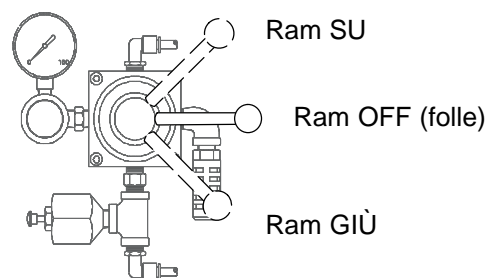

Fig. 3
La leva della valvola manuale del ram sul controllo pneumatico del ram ha 3 posizioni (Fig. 3):
1. Spostare la leva della valvola manuale nella posizione OFF (Fig. 3 a pagina 11). Chiudere il regolatore aria del ram e la valvola di controllo pneumatica.
2. Spostare la leva della valvola manuale SU (Fig. 3 a pagina 11). Aprire la valvola di controllo pneumatico principale ed il regolatore pneumatico del ram fino a quando il ram non inizia a spostarsi in avanti. Fare sollevare il ram fino all'altezza completa.
4. Spostare la leva della valvola manuale sulla posizione GIÙ (Fig. 3 a pagina 11) e abbassare il ram fino a quando la piastra di inseguimento non è pronto per entrare nel secchio, quindi spostare la leva della valvola manuale del ram su OFF. Se necessario, riposizionare il secchio in modo che il pulitore non superi il bordo del secchio.
6. Spostare la leva della valvola manuale del ram sulla posizione GIÙ (Fig. 3 a pagina 11), per abbassare la piastra di inseguimento nel secchio, fino a che tutta l'aria sia stata espulsa e il fluido fuoriesca dall'apertura della ventola.
8. Impostare la pressione aria al ram a 4 bar. Spostare la leva della valvola manuale nella posizione GIÙ (Fig. 3 a pagina 11).
1. Spostare la leva della valvola manuale del ram nella posizione GIÙ (Fig. 3 a pagina 11).
1. Spostare la leva della valvola manuale del ram (Fig. 3 a pagina 11) nella posizione OFF. Interrompere l'alimentazione di aria al ram ed alla pompa.
1. Per arrestare il ram posizionare la leva della valvola manuale (Fig. 3 a pagina 11) sulla posizione OFF.